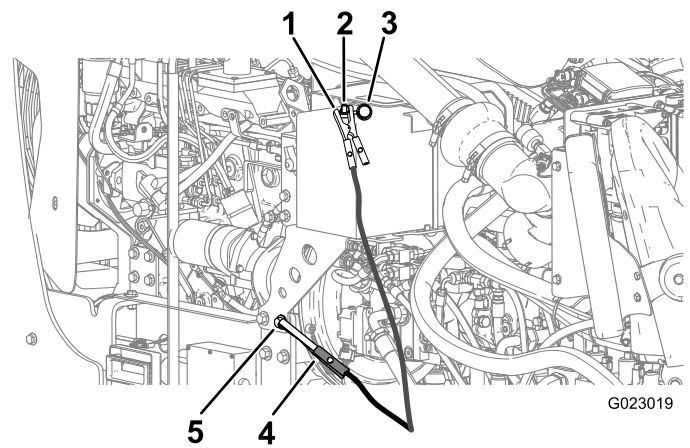

Figura 132
6. Retire la tapa del borne de la batería (Figura 132).
7. Conecte el cable puente positivo (+) al borne de la batería (Figura 132).
8. Conecte el cable puente negativo (-) a una conexión de tierra, por ejemplo un perno o un travesaño del bastidor sin pintar (Figura 132).
10. Cuando el motor arranque, la otra persona debe desconectar el cable puente negativo (-) del bastidor, y luego desconectar el cable puente positivo (+) (Figura 132).